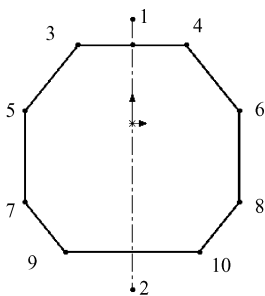

图 2-15 绘制中心线和直线
下面以绘制图 2-15 所示的中心线和直线为例，介绍中心线和直线的绘制步骤。
2) 在图形区单击确定中心线的起点 1，然后移动光标到图形区合适的位置。由于图 2-15 中所示的中心线为竖直直线，所以当光标附近出现符号时，单击确定中心线的终点 2。
7) 按〈Esc〉键，或者在图形区右击，在弹出的快捷菜单中选择“选择”命令，退出直线的绘制。绘制的中心线和直线如图 2-15 所示。